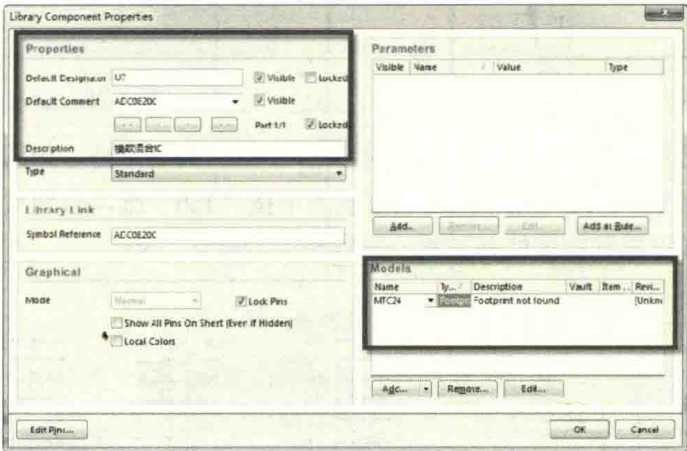

图 3-29 ADC08200 元件属性设置
(4) 双击该元件，对其元件属性进行设置，如图 3-29 所示，位号设置为“U?”，Comment 值填写为“ADC08200”，描述填写为“模数混合 IC”，方便识别，模型选择为“Footprint”，从查询的资料中选出相应的封装，填写为“MTC24”，即可完成此元件的创建。